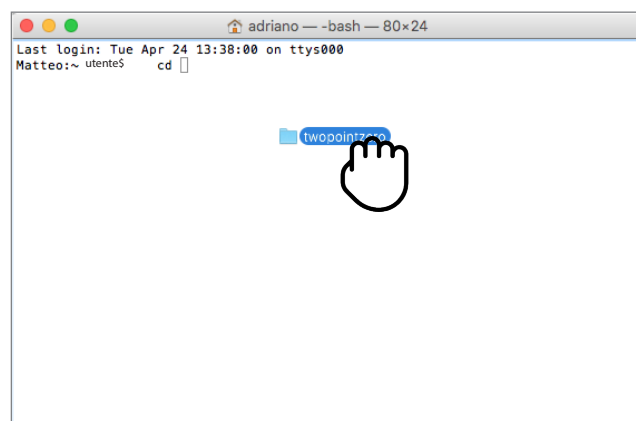

Abbildung 2-10
- Ziehen Sie den Ordner „**TwoPointZero InnovAPP Desktop Version - MAC**“ in das Befehlsfenster (Abbildung 2-10) und drücken Sie die Eingabetaste